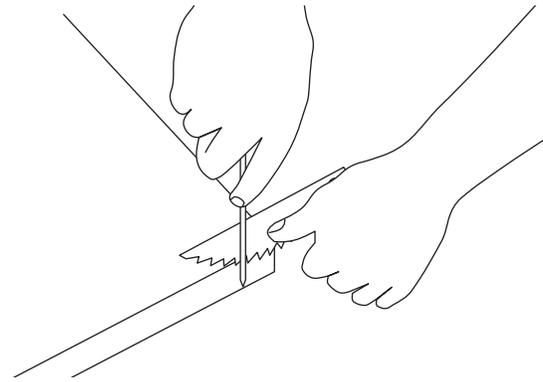

FIG. 73
3. Hold spreader with pawl over corner of workbench (Fig. 73).
3. Tenez le séparateur de la main gauche et placez le taquet contre un coin de l'établi (fig. 73).
3. Sujete el separador con la mano izquierda y coloque el trinquete sobre la esquina del banco de trabajo (Fig. 73).